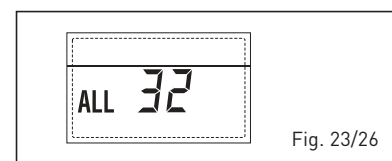

Fig. 23/26
- ANOMALÍA COMUNICACIÓN FICHA RS-485 EN MODALIDAD MODBUS "ALL 33" (fig. 23/27)